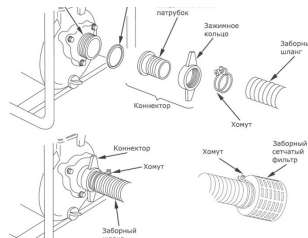

Рис. 5
- Закрепите шланги хомутами (*Рис. 5, 6*). При монтаже соблюдайте следующие требования: